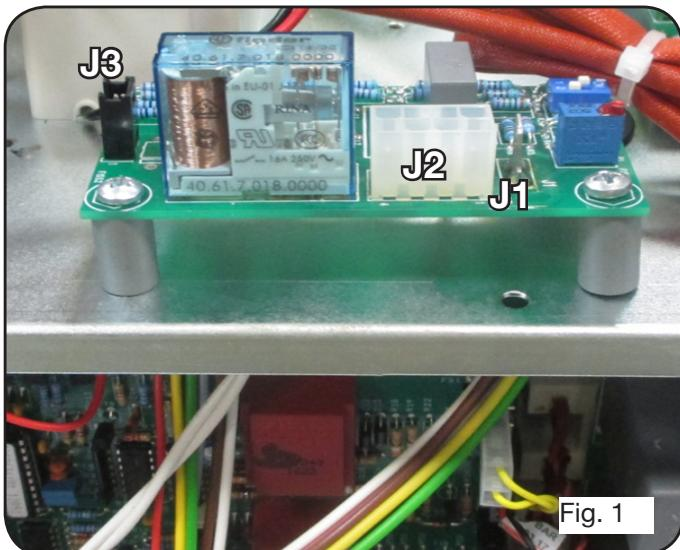

Fig. 1
- Fijar el circuito interfaz (cód. 5602598) en el panel interior utilizando los dos espaciadores cilíndricos grises y los dos tornillos autorroscantes como se indica en la fig.1